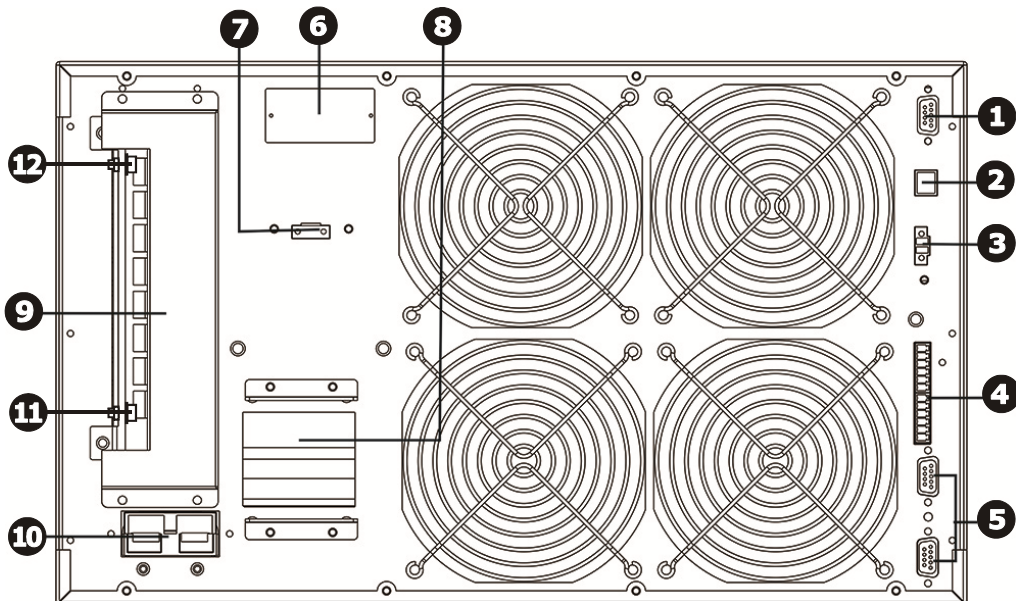

Рисунок 3 - Задняя панель ИБП ATS 10000 3/3 T-X (R), ATS 15000 3/3 T-X (R),
На задней панели ИБП (рисунок 3) расположены:
- ИБП оснащен портом дистанционного аварийного отключения EPO (Emergency Power Off) для мгновенного отключения выходного напряжения ИБП при возникновении аварийной ситуации (пожар, стихийное бедствие и т.п.). Порт EPO (см. рисунок 3) является портом безопасного сверхнизкого напряжения (SELV – Safety Extra Low Voltage). Цепи, подключенные к порту EPO должны быть изолированы от всех первичных цепей. Подключите к контактам соединителя EPO управляющий выключатель с нормально замкнутыми контактами.